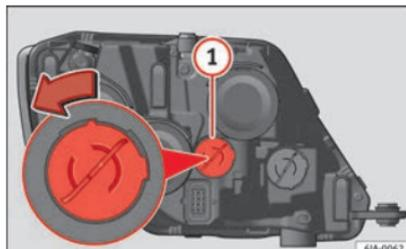

Abb. 94 Glühlampe für Tagfahrlicht auswechseln
- Drehen Sie den Lampenträger » **Abb. 94** ① gegen den Uhrzeigersinn und nehmen Sie ihn ab.